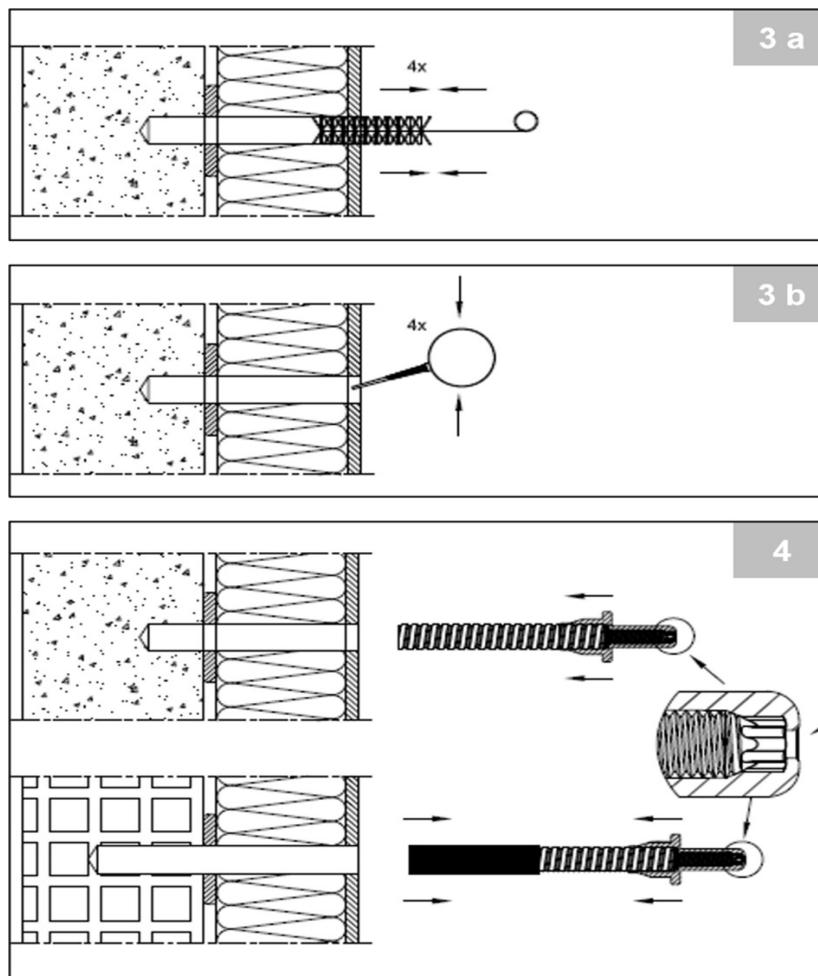

figura 3a, 3b, 4: fase de aplicación StoFix Iso-Bar
2. cepillar 4 veces, véase la figura 3a